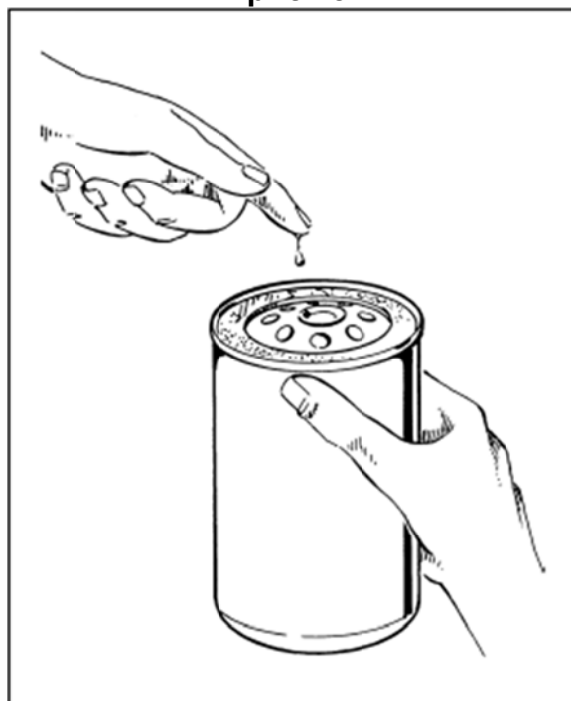

рис.19.
- До установки нового картриджа, необходимо смазать уплотнительную прокладку (см. **рис.19**).